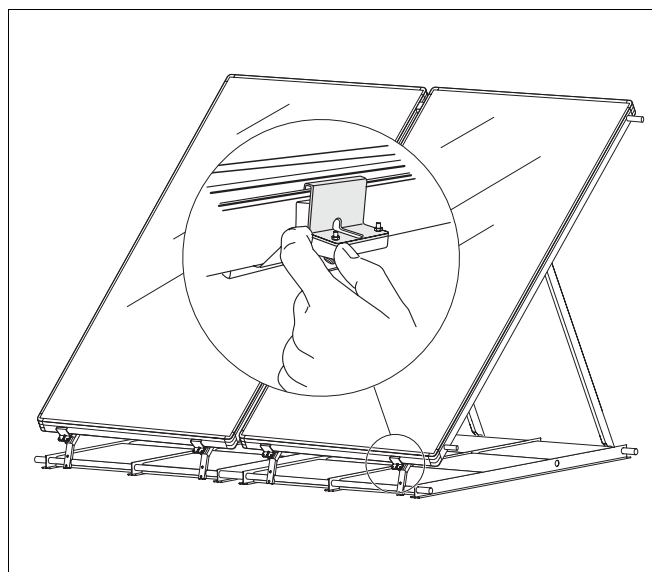

Fig. 40 Fixar os colectores
- ▶ Incline ligeiramente os suportes distanciadores para a frente e coloque os grampos dos colectores na ranhura do suporte do colector (Fig. 40).